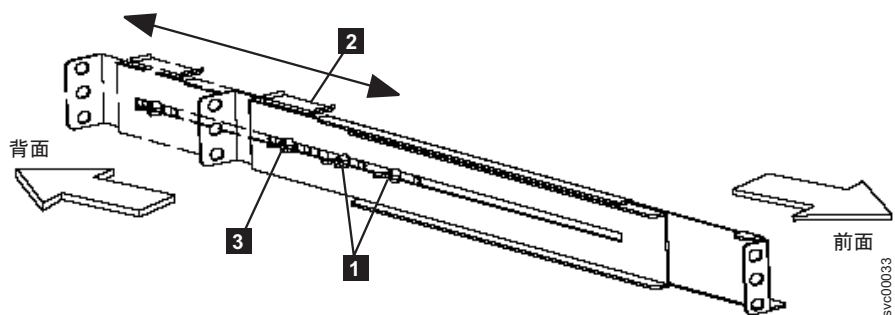

図 63. 2145-1U 無停電電源装置でのレールの縦の長さの調整
4. 両方のレール・アセンブリーのアセンブリー・ウィング・ナット **1** (87 ページの図 63) を緩め、ラックの縦の長さに合わせてレール・サイズを調整します。
5. 後部の押さえブラケット (図 63 の **2**) をレール・アセンブリーの端に位置付け、ウィング・ナット (図 63 の **3**) を締めます。